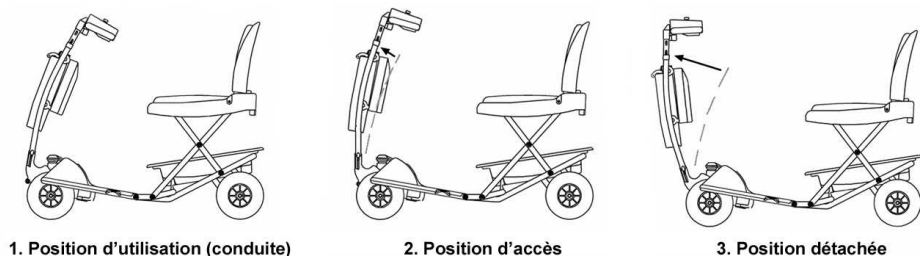

Figure 6
Réglage de la colonne avant (Figure 6)
3. Pour détacher la colonne avant du cadre arrière, réglez la colonne à la position la plus éloignée en position détachée (Fig. 6/3); retirez la batterie avant de régler la colonne en position détachée.